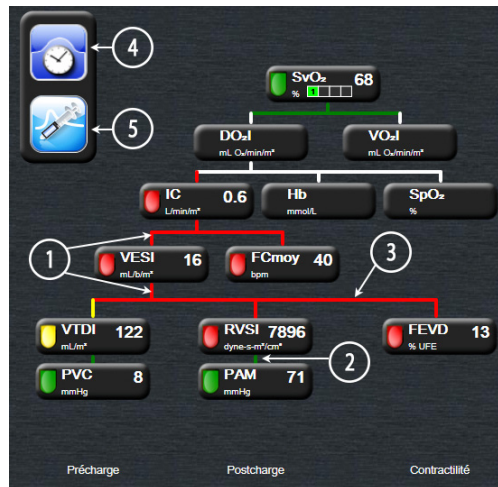

Figure 5-14 Écran relation physio pendant la surveillance à l'aide du module Swan-Ganz HemoSphere
- 2 Les lignes verticales qui relient directement deux paramètres s'affichent dans la même couleur que le voyant de paramètre ci-dessous (par exemple : entre RVTI et PAM dans figure 5-14).
- 4 La barre de gauche s'affiche après avoir effectué un set de bolus. Toucher l'icône Horloge/Courbe pour afficher des données archivées lorsqu'il y en a (consulter figure 5-14).
L'exemple décrit dans la figure 5-14 correspond à une surveillance à l'aide d'un module Swan-Ganz HemoSphere. Des différences en matière d'apparence et de paramètres se produiraient avec d'autres modes de surveillance. Par exemple : en mode Surveillance par capteur FloTrac, FC_{moy} est remplacé par FP ; VPP et VVE s'affichent (si configurés), et VTD et FEVD ne s'affichent pas.